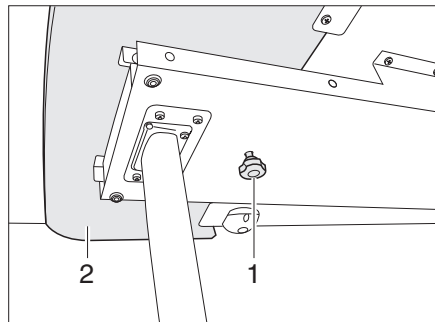
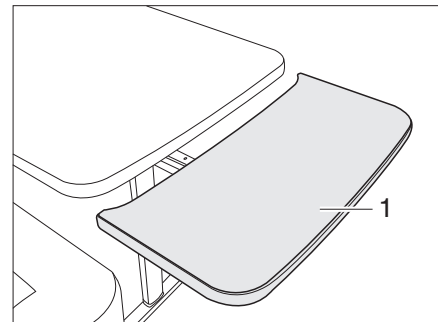

Bild 90 Verriegelung der Tischplattenverlängerung
Bild 91 Tischplattenverlängerung
- Rändelschraube (Bild 90,1) lösen.
- Tischplattenverlängerung (Bild 90,2) bis zum Anschlag herausziehen (Bild 91).
- Tischplattenverlängerung (Bild 91,1) in einem Bogen nach oben führen. Die Tischplattenverlängerung liegt bündig an der Tischplatte an.
- Tischplattenverlängerung (Bild 91,1) bis zum Anschlag von der Tischplatte wegziehen und gegen den Widerstand der Haltefedern nach unten drücken. Die Tischplattenverlängerung fährt in einem Bogen nach unten (Bild 91).
- Rändelschraube (Bild 90,1) festziehen.